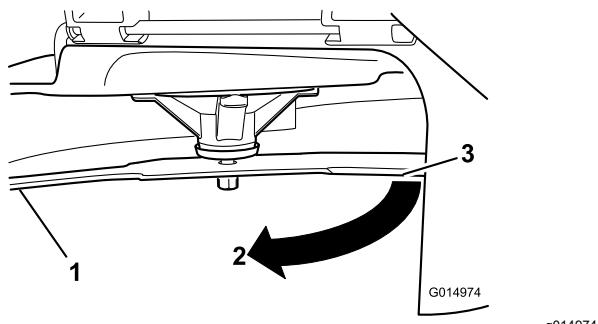

Figure 56
3. Mesurez la distance entre la lame et la surface (A)
4. Tournez la même lame de 180 degrés pour amener l'autre tranchant à la même position (Figure 56).